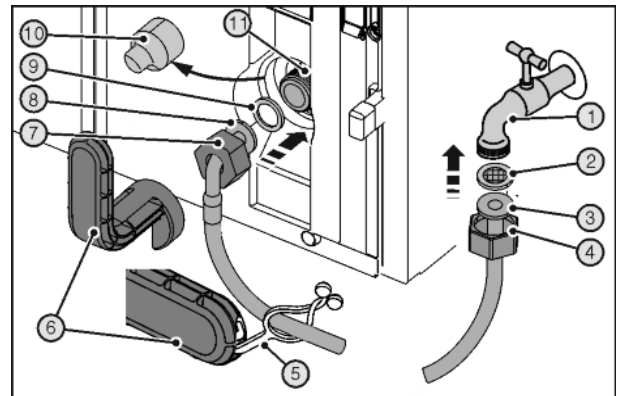

Fig. 44
- ▶ Mutter Fig. 44 (4) über das gerade Schlauchende Fig. 44 (3) bis zum Ende schieben und festhalten.
- ▶ Auffangsieb Fig. 44 (2) in Mutter Fig. 44 (4) einsetzen.
- ▷ Auffangsieb Fig. 44 (2) liegt flach am gerade Schlauchende Fig. 44 (3) an und wird leicht gehalten.
- ▶ Mutter Fig. 44 (4) mit am geraden Schlauchende Fig. 44 (3) anliegendem Auffangsieb Fig. 44 (2) am Absperrhahn Fig. 44 (1) anschließen.
- ▶ Durch vorübergehendes Öffnen des Absperrhahns Fig. 44 (1) der Wasserversorgung die Wasserleitung entlüften und mit Wasser befüllen. Schlauch dazu in Eimer halten.
- ▶ Abdeckung Fig. 44 (10) abziehen.
- ▶ Mutter Fig. 44 (7) über das abgewinkelte Schlauchende Fig. 44 (8) bis zum Ende schieben und festhalten.
- ▶ Dichtung Fig. 44 (9) befeuchten und in der Mutter Fig. 44 (7) am abgewinkelten Schlauchende Fig. 44 (8) andrücken.
- ▷ Dichtung Fig. 44 (9) liegt flach am abgewinkelten Schlauchende Fig. 44 (8) an und wird leicht gehalten.
- ▶ Mutter Fig. 44 (7) mit am abgewinkelten Schlauchende Fig. 44 (8) anliegender Dichtung Fig. 44 (9) am Magnetventil Fig. 44 (11) anschließen.
- ▶ Anschlüsse mit Hilfswerkzeug Fig. 44 (6) im Uhrzeigersinn festziehen bis der maximale Drehmoment erreicht ist und das Hilfswerkzeug Fig. 44 (6) überdreht.
- ▶ Den Absperrhahn Fig. 44 (1) der Wasserzuführung öffnen und das gesamte Wassersystem auf Dichtigkeit prüfen.
- ▶ Lasche Fig. 44 (5) in Hilfswerkzeug Fig. 44 (6) einhaken und zur Aufbewahrung am Edelstahlschlauch befestigen.